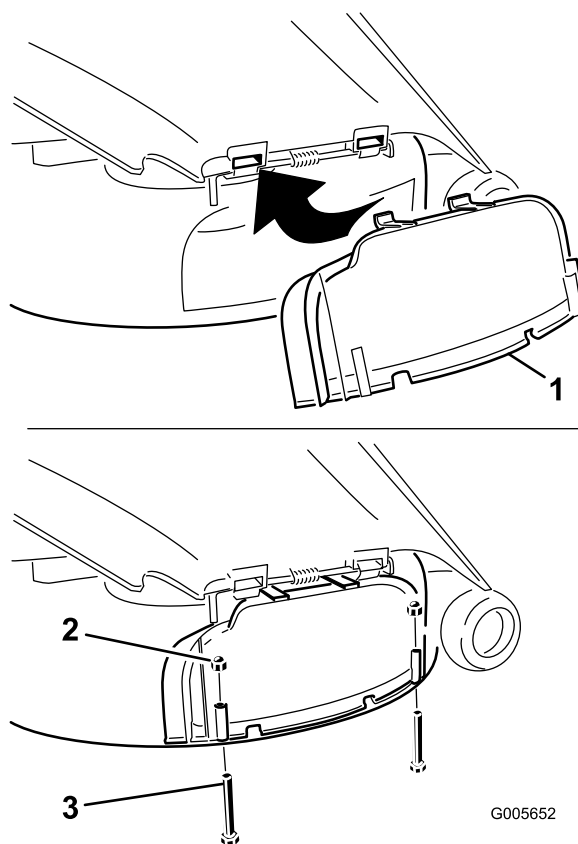

Figura 4
1. Eleve el deflector de hierba y deslice las escuadras de la parte superior de la tapa de descarga debajo de la varilla de retención del deflector de hierba. Gire hacia abajo la tapa de descarga sobre el orificio, hasta que descansen sobre el borde inferior del cortacésped (Figura 4).
y dos tuercas ciegas (1/4 pulgada) según se muestra en Figura 4.